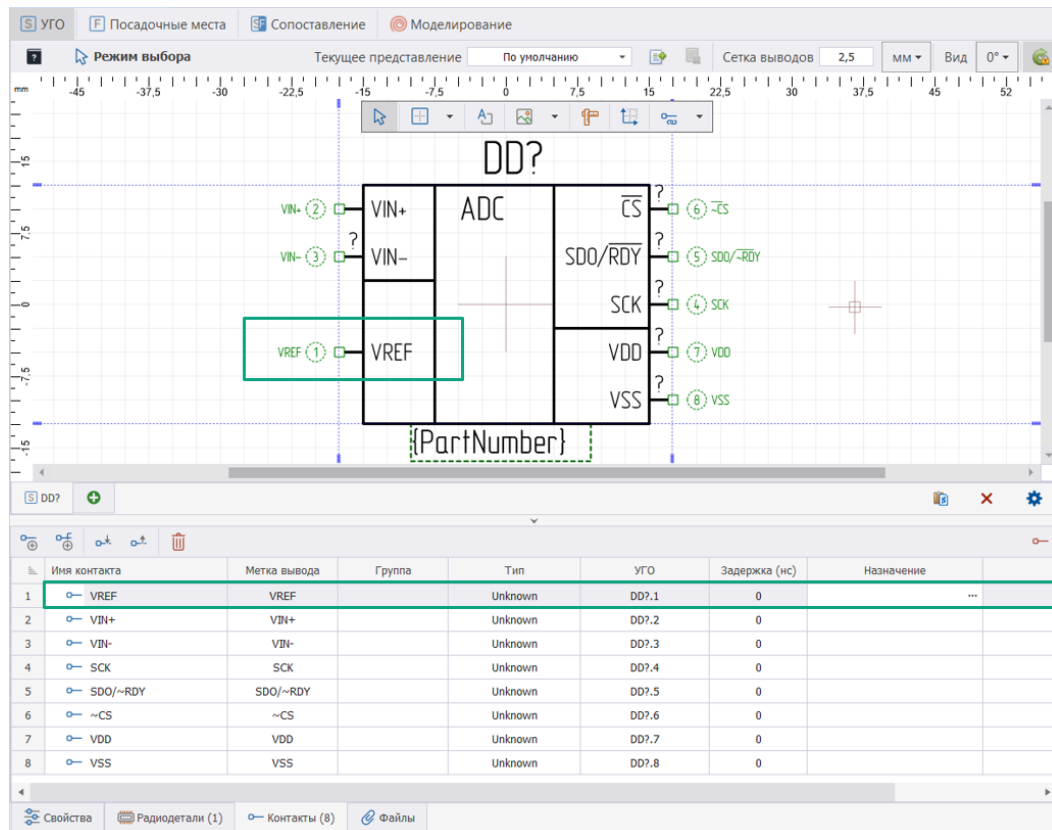

Рис. 282 Результат сопоставления вывод УГО с контактом
- При нажатии левой кнопки мыши выбранный контакт будет сопоставлен с выводом, на который наведен курсор, см. Рис. 282.